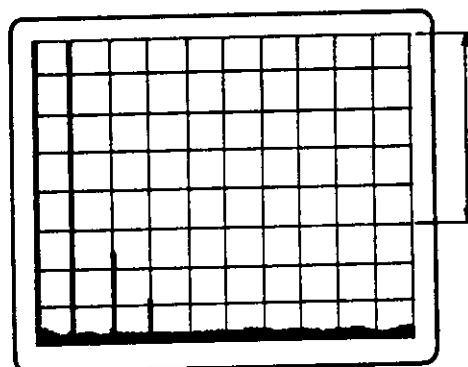

図5-17 スプリアス・レスポンスの試験
4. ロー・ディストーション・オシレータの各出力周波数について、CRT ディスプレイ上の2次高調波信号のレベルが基本波より50 dB 以上下がっていることをチェックします。〔図5-17〕および〔図3-11〕参照。